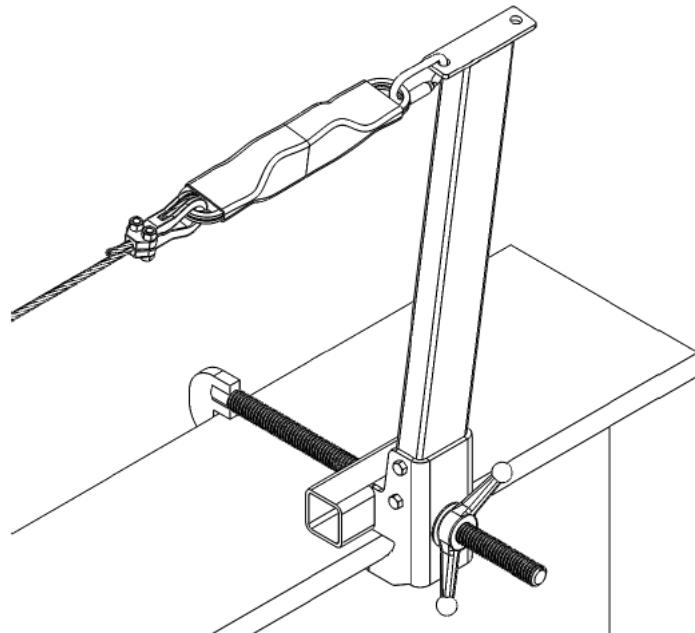

Figure 5
- (1) Placer l'écrou de serrage près de l'extrémité de la tige filetée pour qu'il soit ouvert au maximum.
- (2) Mettre l'assemblage de l'étançon en place de sorte que la semelle de la poutre en I s'insère dans la fente de la base de l'étançon.
- (3) Serrer la tige filetée avec crochet pour que le crochet se referme sur la semelle du côté opposé de la poutre en I.
- (4) Serrer l'écrou de serrage à la main (figure 5) sur la base de l'étançon pour que l'assemblage de l'étançon se tienne fermement en place sur la semelle de la poutre en I.
- (5) Vérifier que la semelle de la poutre en I touche le haut et le bas de la fente de la base de l'étançon.
- (6) Vérifier que le côté opposé de la semelle de la poutre en I touche le haut et le bas du crochet à l'extrémité de la tige filetée.
- (7) Serrer l'écrou de serrage jusqu'à ce que la rondelle de Belleville soit aplatie.
- (8) Pousser et tirer sur l'assemblage de l'étañçon dans toutes les directions pour vérifier qu'il est fixé solidement en place et ne bouge pas.